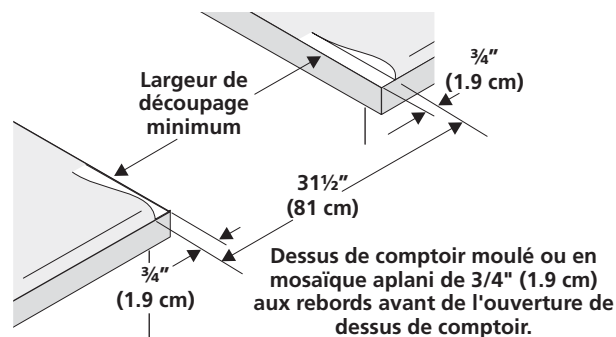

Figure 7
- Les dessus de comptoir au **rebord avant moulé** doivent être aplanis de $\frac{3}{4}"$ (1.9 cm) à chaque coin avant de l'ouverture (Figure 7).
- Il est possible qu'il soit nécessaire d'araser de $\frac{3}{4}"$ (1.9 cm) les dessus de **comptoir en mosaïque** à chaque coin avant et/ou d'aplanir le rebord arrondi (Figure 7).